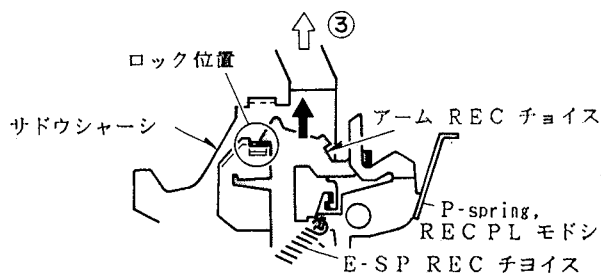

Fig. 24-3
- 2) サドウシャシが矢印③方向（PLAY作動で動く）に作動すると図の位置（図24-3参照）でアームRECチョイスをロックし矢印④方向に引き上げる。この時、アームRECチョイスはE-SP RECチョイスに引かれている為、REC-PLの通電がとまっても（OFF状態）ロックははずれません。